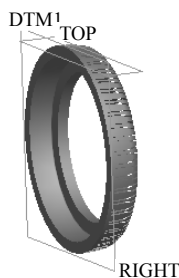

图 8.10.14 创建 DTM1
Step7. 创建图 8.10.14 中所示的基准平面 DTM1。单击 **模型** 功能选项卡 **基准** 区域中的“平面”按钮 , 选取环形折弯特征的端面为参考, 输入偏移值 0.0。单击对话框中的 **确定** 按钮。